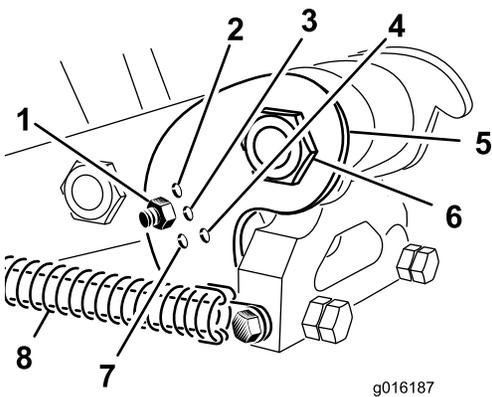

Figura 36
Impostate la staffa di inclinazione (Figura 36) nella posizione corretta, in funzione della lunghezza delle fustelle da utilizzare. Il punto di arresto della testa si imposta su una delle cinque posizioni predefinite, scegliendo il foro attraverso il quale viene imbullonata l'asta di regolazione. Questi fori consentono risultati predefiniti; ad esempio, utilizzando fustelle da 25 cm nella posizione da 30 cm si ottiene una finitura più leggera; dipende dall'applicazione.
- Allentate la tensione della molla sulla testa delle fustelle (Figura 36).
- Rimuovete il dado e il bullone presenti nei fori di regolazione della staffa di inclinazione (Figura 36).
- Ruotate la staffa di inclinazione fino ad allinearla con il foro desiderato presente nel braccio, quindi montate il bullone e il dado (Figura 36).